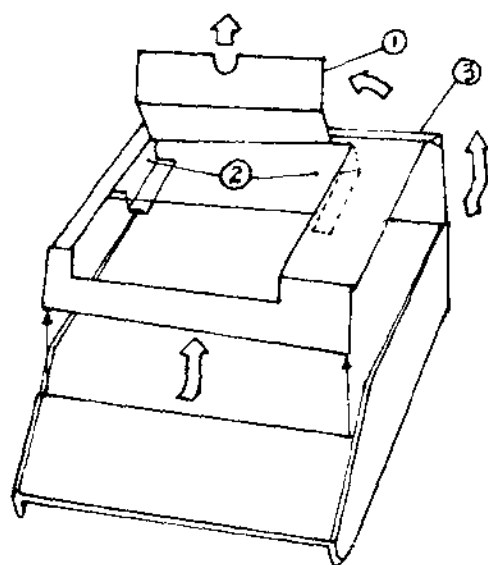

Fig. 2.1 Removal of Pen Protection Pieces.
插电源前, 必定照图 2.1 所示除去记录笔保护片, 先拿出图纸部分上面的盖①, 然后除去②两个螺钉, 小心操作不要将螺钉落在仪器里面。翻起前面然后轻轻向后滑动举出主机盖③, 移去 4 块泡沫塑料 (笔的每边有一块, 笔下有一块, 一块在滚轴的右边), 然后按相反的次序, 重新将①、②、③加上, 小心不要使记